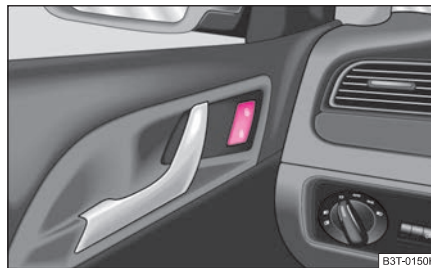

Fig. 26 Interruptor de cierre centralizado
- Pulse la parte inferior de la tecla ⇒ fig. 26. El símbolo  en la tecla se encenderá. ▶
- Pulse la parte superior de la tecla ⇒ fig. 26. En la tecla se apagará el símbolo .